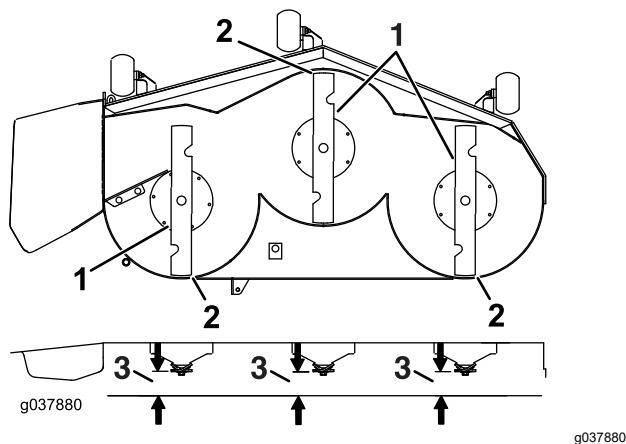

Bild 82
7. Prüfen Sie die Schnittmesserneigung in Längsrichtung (**Bild 82**). Stellen Sie sicher, dass die vordere Messerspitze niedriger als die hintere Messerspitze ist, wie in der Blockhöhen- und Rechentabelle angegeben. Wenn eine Einstellung erforderlich ist, fahren Sie mit diesem Schritt fort.